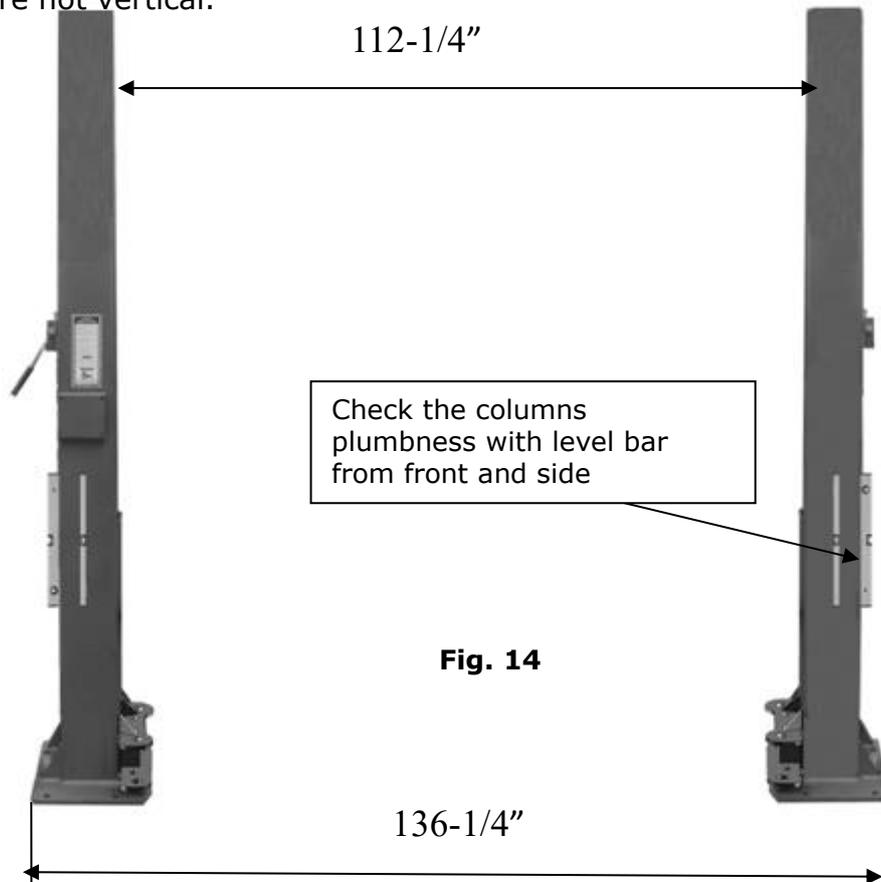

Fig. 14
F. Position columns (See Fig. 14)